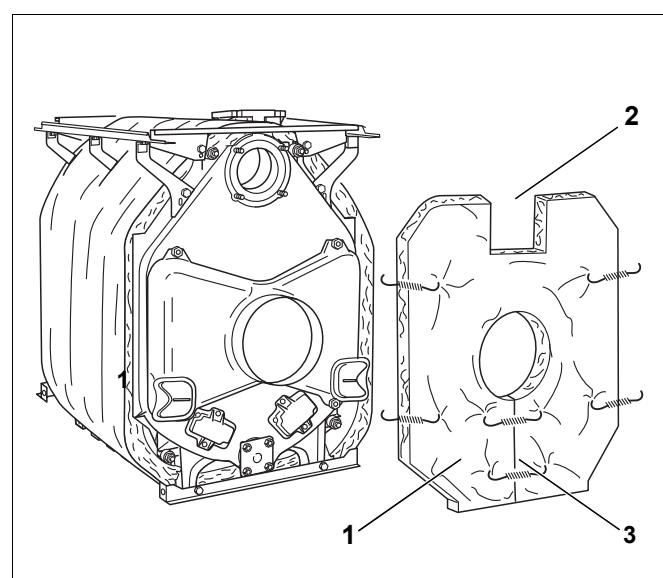

Fig. 46 Montaggio dell'isolamento termico dell'elemento posteriore
- ▶ Spingere l'isolamento termico dell'elemento posteriore (fig. 46, [1]) sul tronchetto dei fumi. Durante questa operazione il ritaglio per il ritorno caldaia (fig. 46, [2]) deve essere rivolto verso l'alto.
- ▶ Chiudere la fessura al di sotto del collettore fumi con una molla di tensione (fig. 46, [3]).